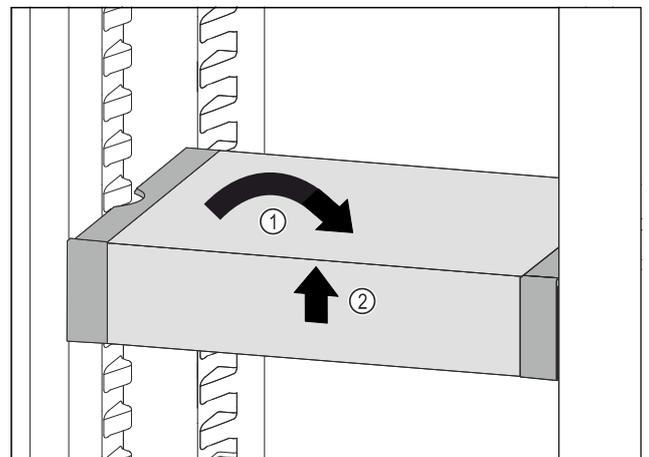

Fig. 49
▶ Coloque el VarioSafe en posición recta. Fig. 49 (1)
▶ Levante el VarioSafe por delante. Fig. 49 (2)